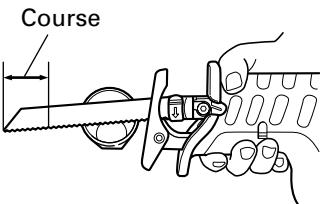
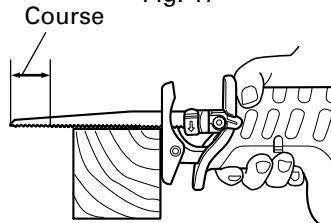

Fig. 16
Fig. 18
- **Selectionner une lame de la longueur appropriée.** Idéalement, la longueur qui ressort du socle de la lame après soustraction de la distance de course doit être plus grande que le matériau (voir Fig. 16 et Fig. 18).